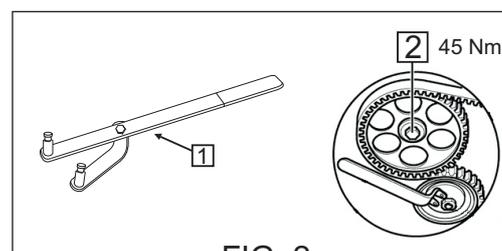

FIG. 2
- 3 *Motor ASY*: Sujetar el piñón del árbol de levas con la herramienta (1) [FIG. 2] y aflojar el tornillo (2) [FIG. 2].
Motor ASY: Sujetar el piñón del árbol de levas con la herramienta (1) [FIG. 2] y apretar el tornillo (2) [FIG. 2] al par indicado (45 Nm).